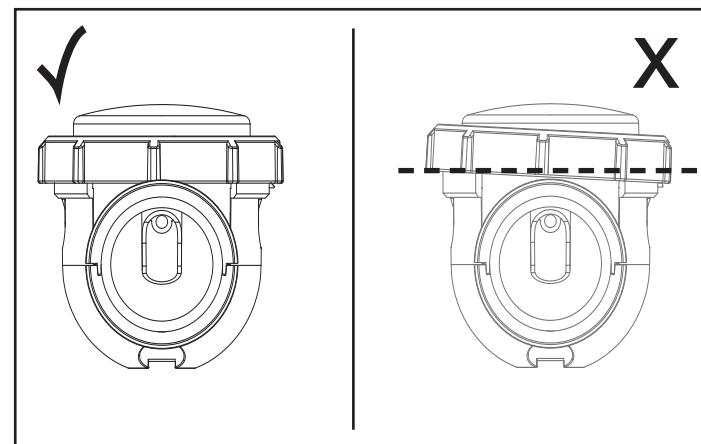

Figura 30. Nivelación del anillo de seguridad
**NOTA** Asegurese que el anillo de seguridad este nivelado cuando se ajuste al enroscado del montaje (vea Figura 30).